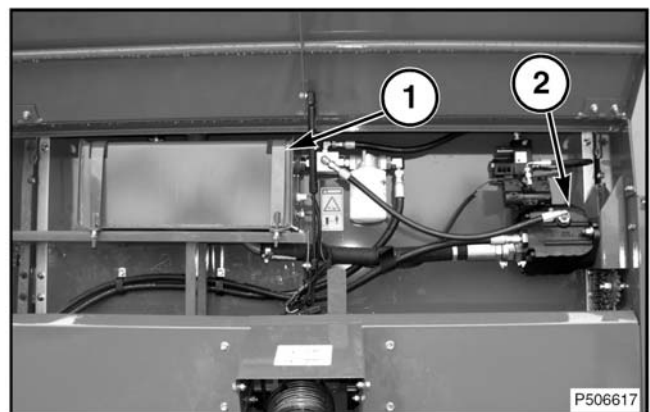

FIG. 9
Fig. 9: las máquinas con sistema hidráulico propio incluyen un tanque (1) y una bomba de pistones de desplazamiento variable (2). La presión de esta bomba es calibrada en la fábrica y no requiere de ningún ajuste por el operador.